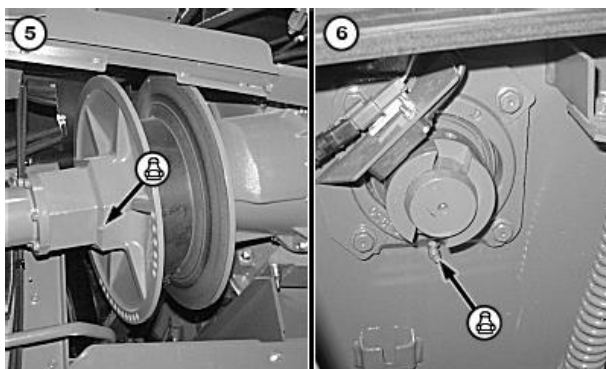

Рис.4.50 – Змащення привідного шківів (5) та підшипника шківів акселератора подачі (6)
9. Змастити привідний шків барабана зі змінною швидкістю. Замкнути шків перед змащенням та дати попрацювати на різних швидкостях (рис.4.50).
10. Змастити підшипник акселератора подачі (ліва сторона) ввівши мастило в маслянку (рис.4.50).